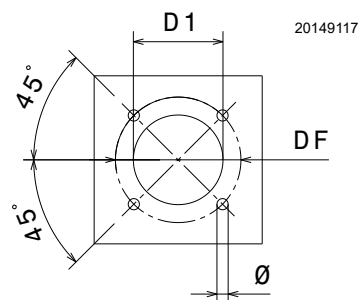

Abb. 12
Die Verschlussplatte der Brennkammer, gemäß Abb. 12 durchbohren. Die Position der Gewindebohrungen kann mit dem zur Grundausrüstung gehörenden Wärmeschild ermittelt werden.
- Den gesamten Brenner in das vorher gesetzte Bohrloch des Heizkessels einpassen (Abb. 12) und mit den beige packten Schrauben befestigen.